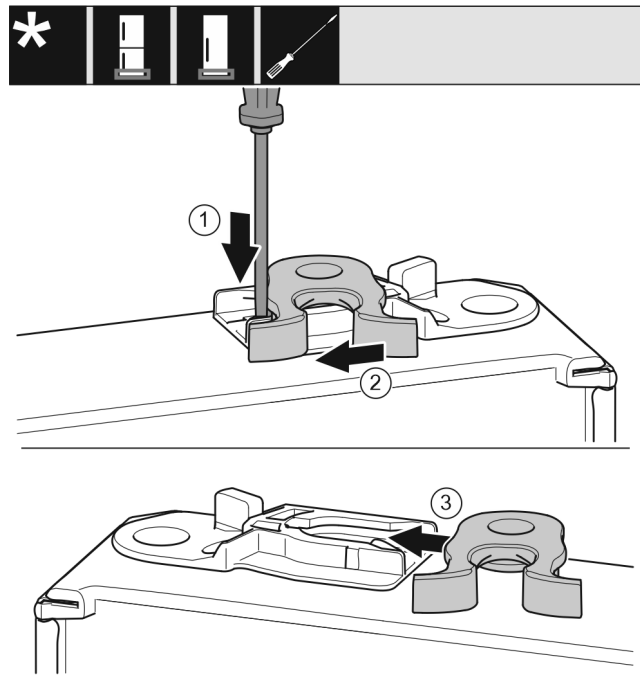

Fig. 19
- ▶ Нажмите шлицевой отверткой на накладку вниз. Fig. 19 (1)
- ▶ Выведите запорный крючок из направляющей. Fig. 19 (2)
- ▶ Вставьте запорный крючок в направляющую с другой стороны. Fig. 19 (3)